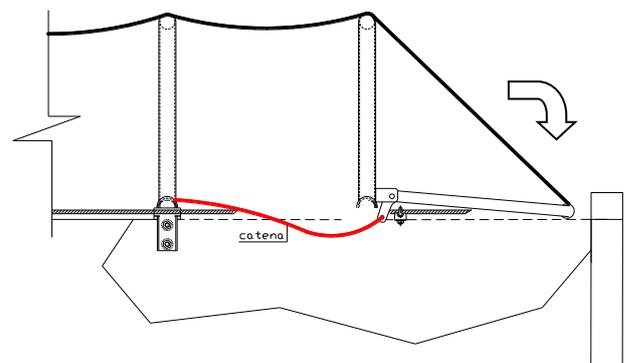

fig. 2
- Abbassare manualmente la chiusura (fig. 2);